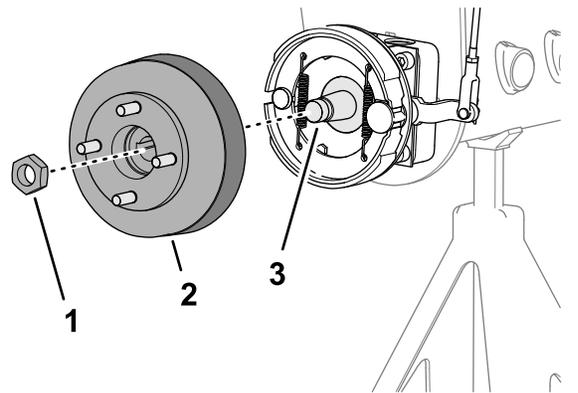
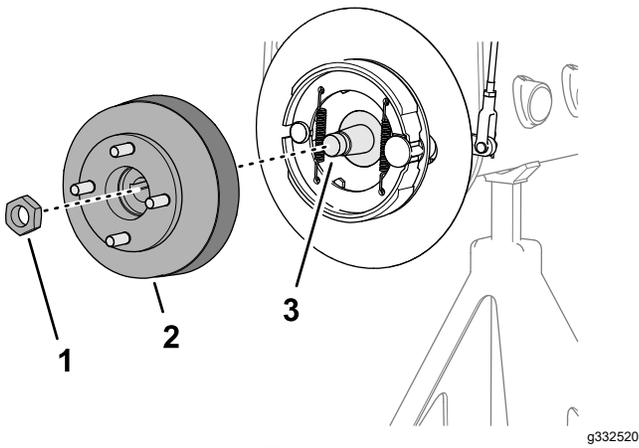

図 61
図 62
1. ハブをホイールモータのシャフトに固定しているロックナットを外す 図 61 または 図 62。
4. 所定のホイールハブ プラーを使用してホイールハブとブレーキドラムをホイールモータのシャフトから抜き取る 図 61 または 図 62。